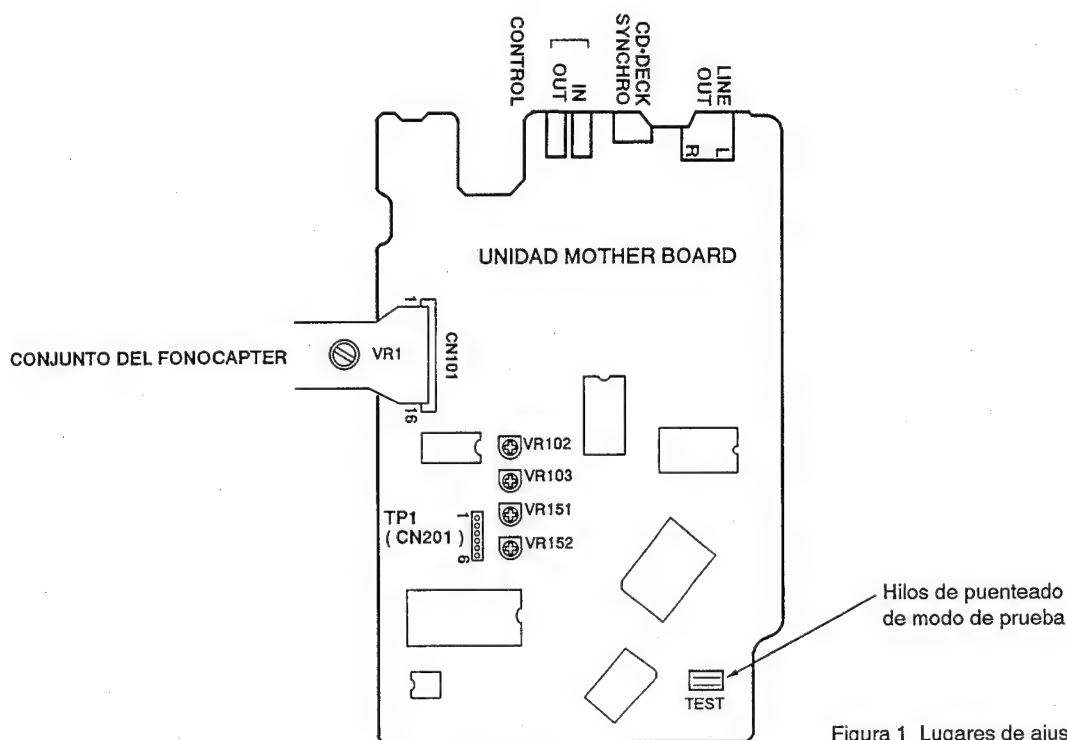

Figura 1 Lugares de ajuste
2. Controcircuite los hilos de puenteado de modo de prueba. (Consulte la figura 1.)